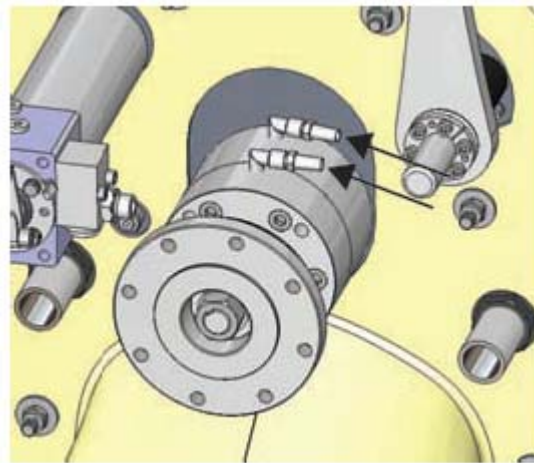

Figura 2. Connettori del serbatoio dell'olio
1. Staccare dalla cassa del cuscinetto i connettori del serbatoio dell'olio (figura 2) e scaricare l'olio in un apposito contenitore. A seconda della lunghezza dei tubi la quantità di olio è compresa tra 2 e 3 litri.